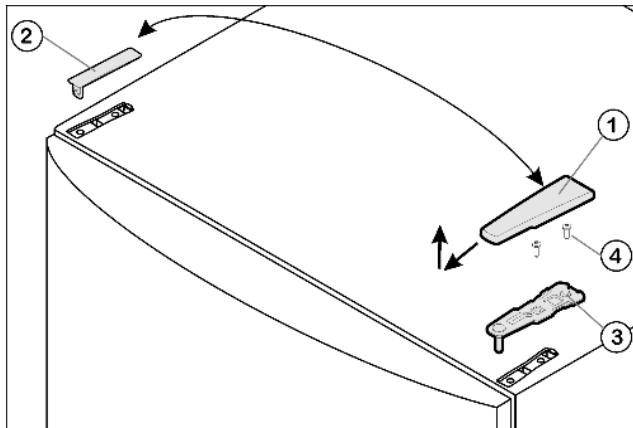

Fig. 4
- ▶ Крышку Fig. 4 (1) снимите движением вперед и вверх.
- ▶ Снимите крышку Fig. 4 (2).
- ▶ Открутите верхний опорный кронштейн Fig. 4 (3)(2 шт. Torx 25) Fig. 4 (4) и вытяните вверх.
- ▶ Установите верхний опорный кронштейн Fig. 4 (3) на новой стороне шарнира и защелкните в дверце.
- ▶ Прикрутите верхний опорный кронштейн с усилием **мин. 4 Нм** (2 шт. Torx 25) Fig. 4 (4). При необходимости сделайте отверстия или используйте аккумуляторную отвертку.
- ▶ Наденьте и защелкните крышку Fig. 4 (1) и крышку Fig. 4 (2) на противоположной стороне снаружи.